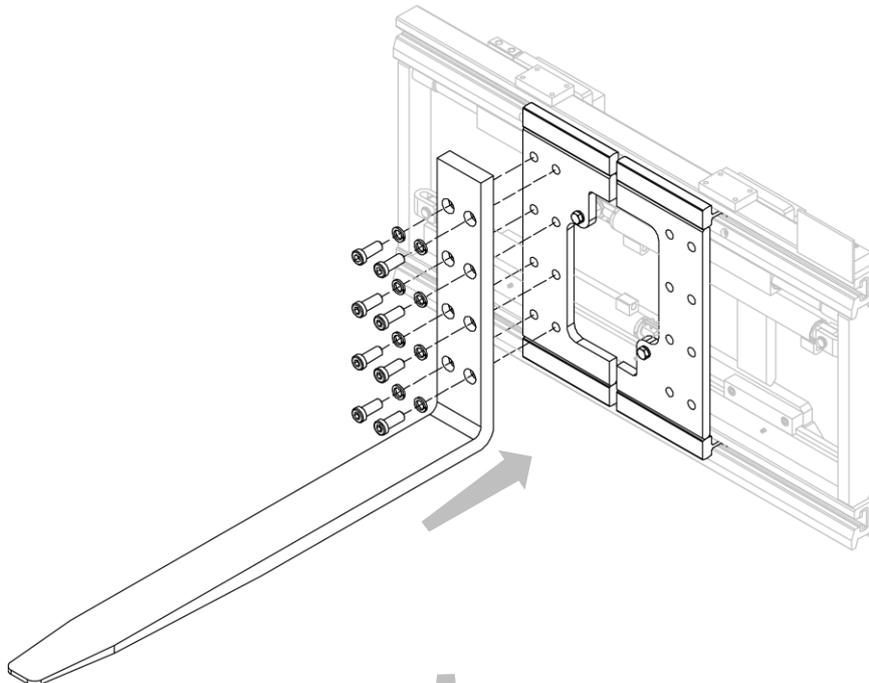
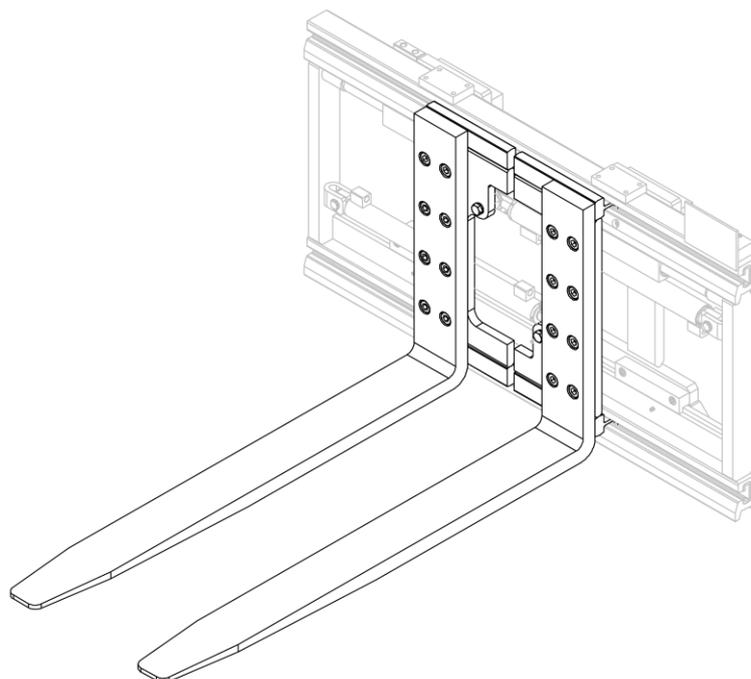

Figura 15
Figura 16
2. Applicare le forche ai piattelli, attraverso le apposite viti e rosette elastiche (vedi *Figura 15* e *Figura 16*).